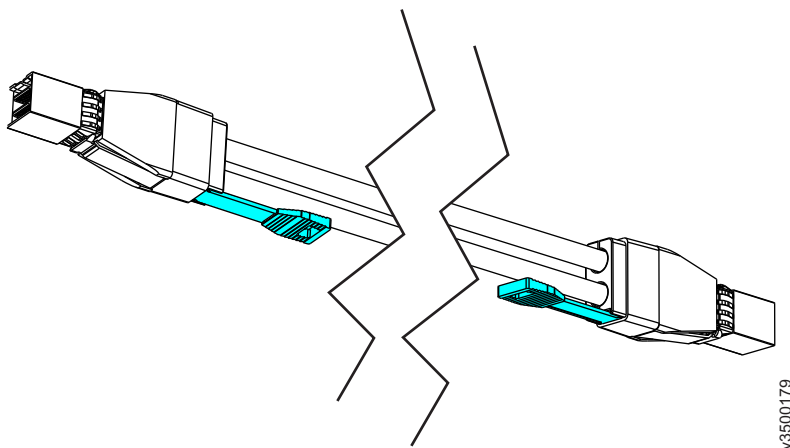

图 25. SAS 电缆连接器
**注：**插入 SAS 电缆时，请确保连接器 (图 25) 朝向正确。